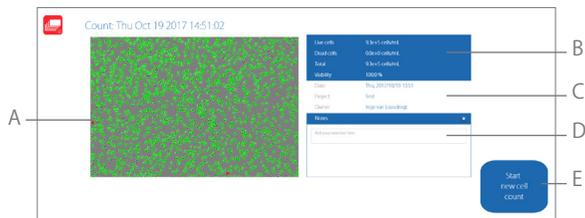

図19. 結果ページの概要
3. CytoSMART™ Cloud Appが画像を解析し、結果を表示します。解析済みの画像 (図19) には、緑と赤の円 (A) が表示されています。緑の円は生細胞、赤の円は死細胞を表しています。画像の横に、生/死細胞の数 (B) が、実験データ (C) とともに表示されています。
4. このウィンドウで、注釈 (D) を追加することもできます。これらはすべて、CytoSMART™ Connect 環境に反映されます。
5. さらにセルカウントを実行するには、Start new cell count (新しいセルカウントを実行) (E) をクリックします。